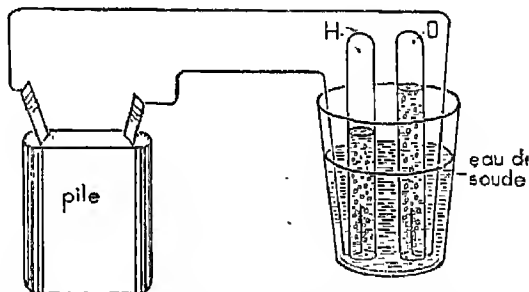

Fig. 9. — Décomposition de l'eau. Le courant électrique traverse l'eau de soude. Il décompose l'eau en hydrogène (H) et oxygène (O.)
b) Perfectibamez votre expérience comme l'indique la fig. 9 afin de recueillir les bulles. L'un des tubes à essais s'emplit deux fois plus vite que l'autre. Dès qu'il est plein, vous pouvez reconnaître qu'il contient de l'hydrogène (il brûle avec une flamme pâle).